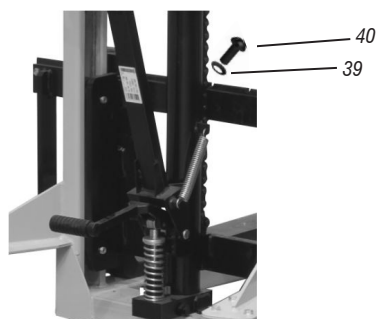

Fig. 6 – Completando/reemplazando el aceite
Para completar o sustituir el aceite, quitar el tornillo (40) y el O'ring (39), completar el volumen de aceite y volver a colocar el O'ring (39) y el tornillo (40), ver fig. 6.